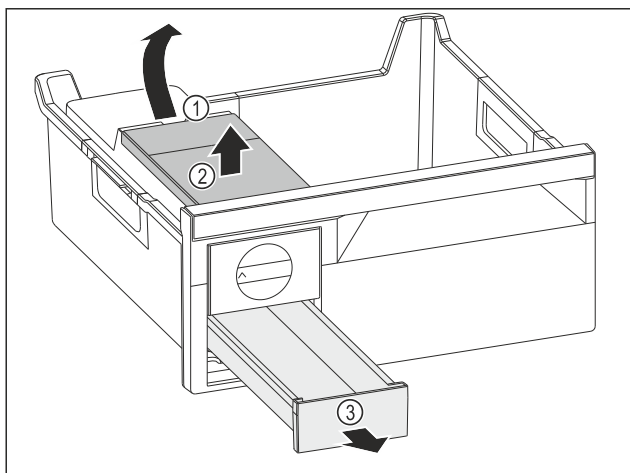

Fig. 109
- ▶ Wyjmowanie zbiornika wody: Zbiornik wody unieść za wycięcia Fig. 109 (1).
- ▶ Wyjąć zbiornik wody Fig. 109 (2) do góry.
- ▶ Wyjąć szufladę na kostki lodu Fig. 109 (3) do przodu.